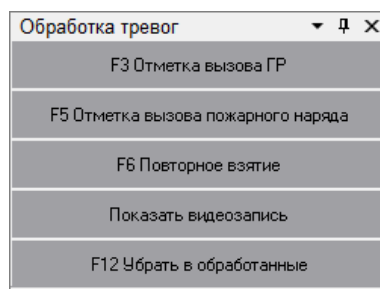

Рисунок 8-9 Панель "Обработка тревог" для выбранного на вкладке "Текущие тревоги" тревожного события объекта пожарной составляющей системы
- Для тревожного события объекта пожарной составляющей системы (см. Рисунок 8-9) – см. п. 8.3.3.1.2;